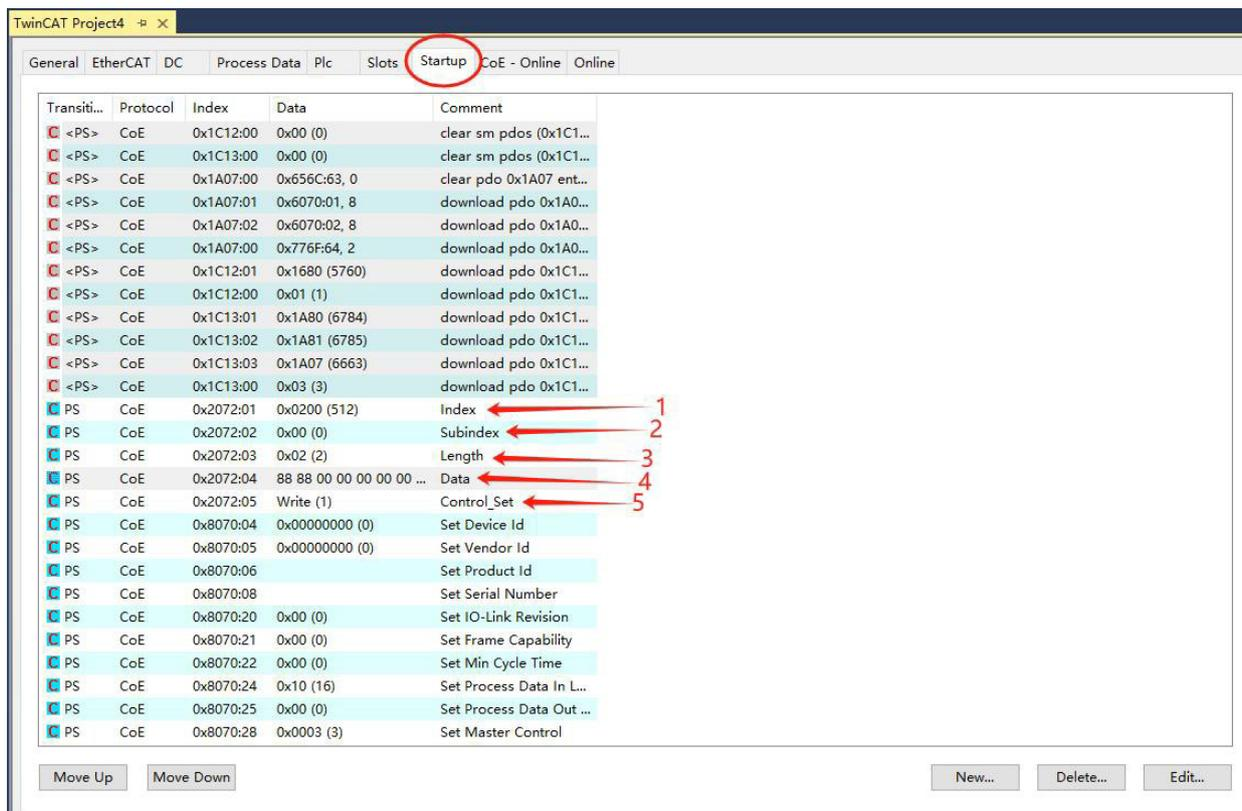

图4
4、如图 4 所示，恢复从站出厂设置的设定：Index=0x0200，Subindex=0，Length = 2，Data = 88 88,Control_Set=Write(1)，恢复出厂设置后从站需要断电重启。